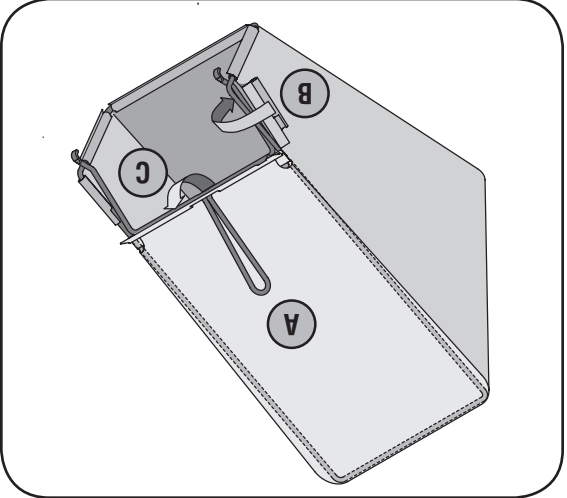

Figure 3-4
- Glissez le sac sur l'armature (côté en plastique noir sur le dessous). Enfoncez les crochets de l'armature dans les trous des glissières en plastique du sac à herbe. Voir la Figure 3-4.